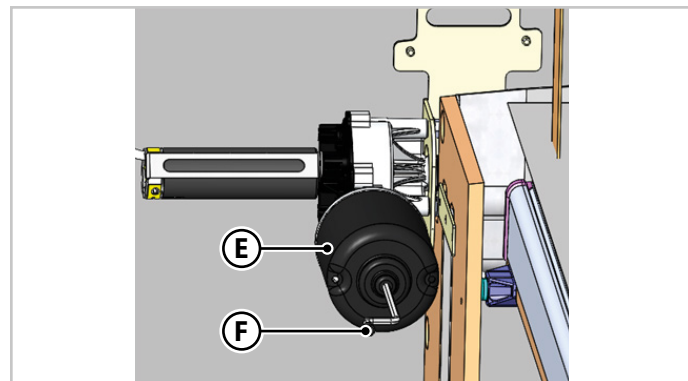

Fig.6.17 - Desbloqueio elétrico da cama tipo B
2. Na parte inferior do motor **(E)** - Fig.6.17), inserir a chave Allen **(F)** - Fig.6.17) no interior do assento específico para o movimento manual.